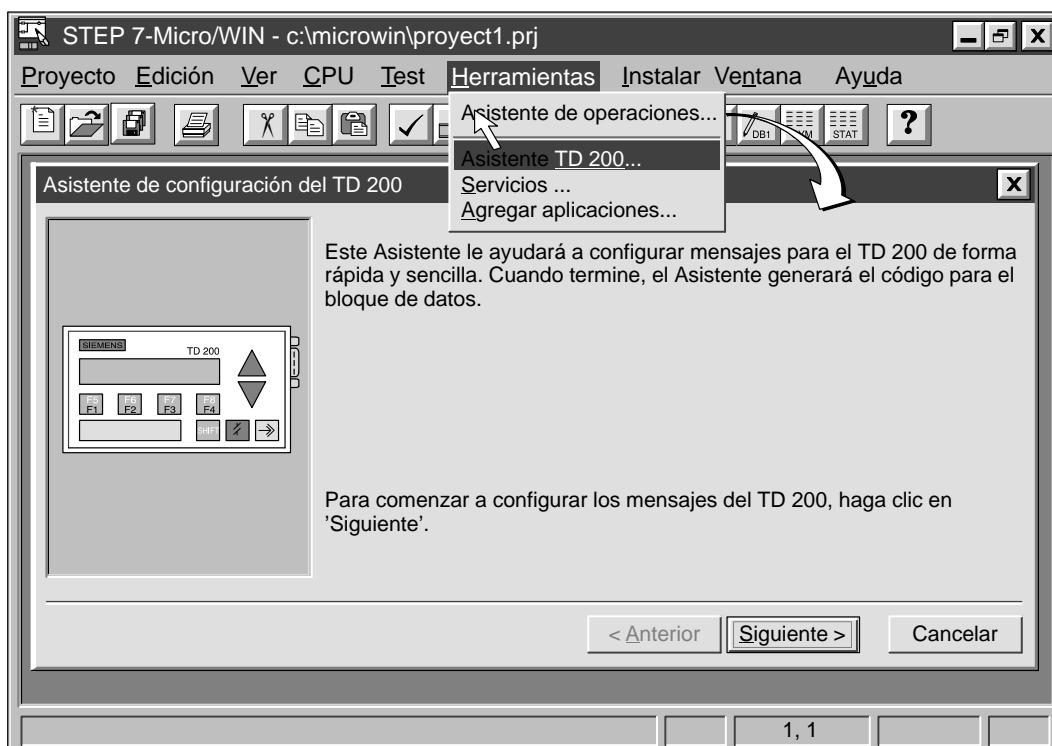

Figura 5-3 Acceder al Asistente de configuración del TD 200
1. Elija el comando de menú **Herramientas ▶ Asistente TD 200...** como muestra la figura 5-3.